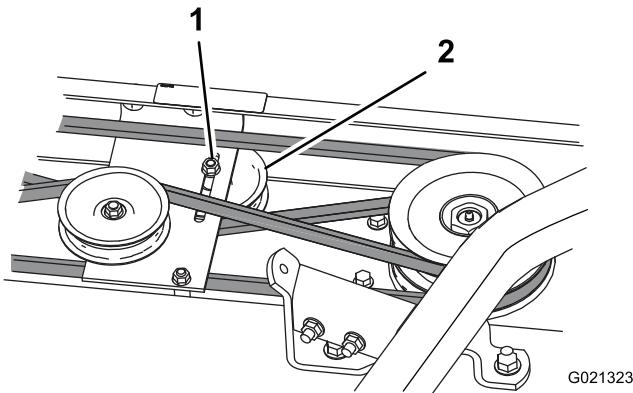

Figura 24
- Allentate le pulegge tendicinghia per rilasciare la tensione sulle cinghie (Figura 24).
- Togliete i bulloni di fissaggio, le rondelle di bloccaggio e i dadi che fissano la scatola degli ingranaggi in posizione. Sollevate la scatola degli ingranaggi dalla piastra di montaggio e appoggiatevi sopra l'apparato di taglio (Figura 24).
- 7. Tendete la cinghia posizionando la puleggia tendicinghia sulla cinghia e serrate il dado flangiato della puleggia stessa (Figura 24).